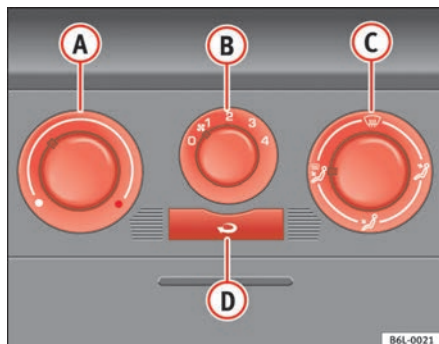

Fig. 88 Mandos de la calefacción en el tablero de instrumentos
- Gire el regulador de temperatura ⇒ fig. 88 **A** hacia la izquierda.
- Gire el regulador de la temperatura ⇒ fig. 88 **A** hacia la derecha hasta alcanzar el grado de calefacción deseado.
- Gire el regulador de la temperatura ⇒ fig. 88 **A** hacia la derecha hasta el nivel máximo de calefacción.
- Gire el regulador de temperatura ⇒ fig. 88 **(A)** hacia la zona de calefacción.